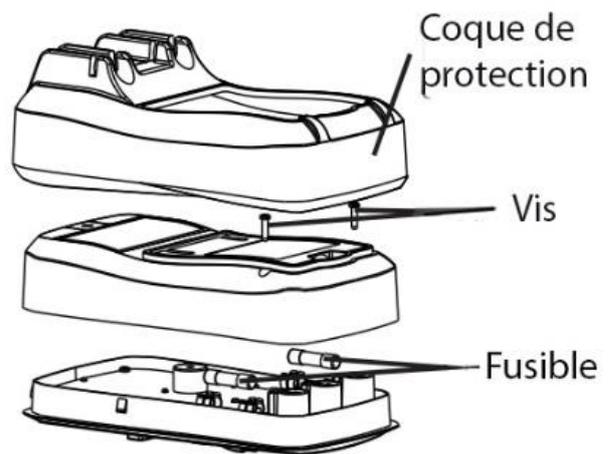

Figure 7b
**Remplacement des fusibles (voir figure 7b) :**